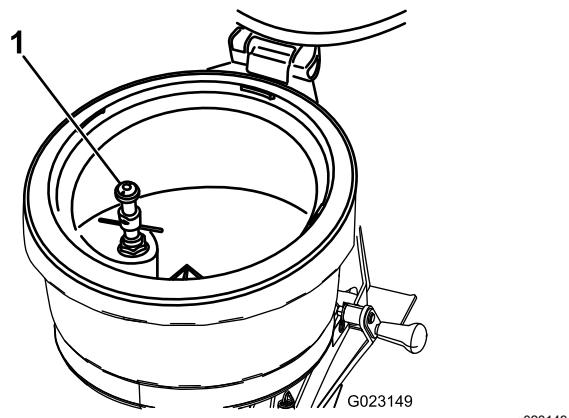

Figura 35
El lavabotellas (Figura 35) está situado dentro del depósito del eyector. Utilice el lavabotellas para eliminar los residuos químicos del interior del envase (botella) del producto químico. El lavabotellas está presurizado con una solución del sistema de fumigación. El envase (botella) del producto químico se lava con la solución del sistema de fumigación que sale de la boquilla del lavabotellas.
- A. Coloque el borde del envase sobre el lavabotellas y presione hacia abajo para abrir la válvula; consulte la Figura 35 en Lavabotellas (página 21).